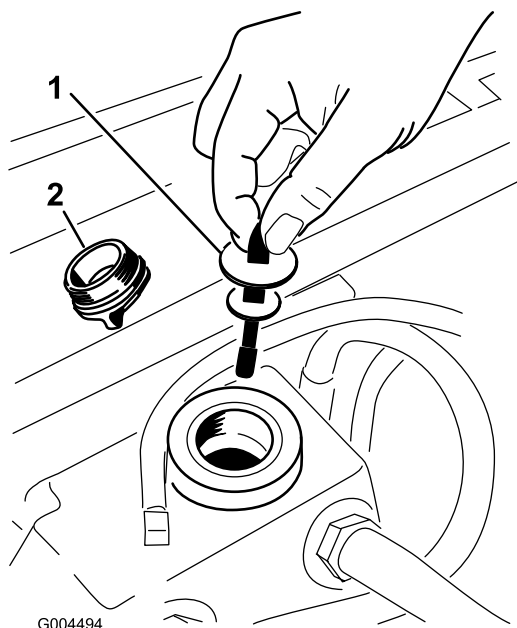

Figura 72
5. Retire el tapón de llenado de aceite hidráulico (Figura 72) del cuello de llenado.
6. Retire la varilla y límpiela con un paño limpio (Figura 72).
7. Introduzca la varilla en el cuello de llenado; luego retírela y verifique el nivel del aceite (Figura 72).